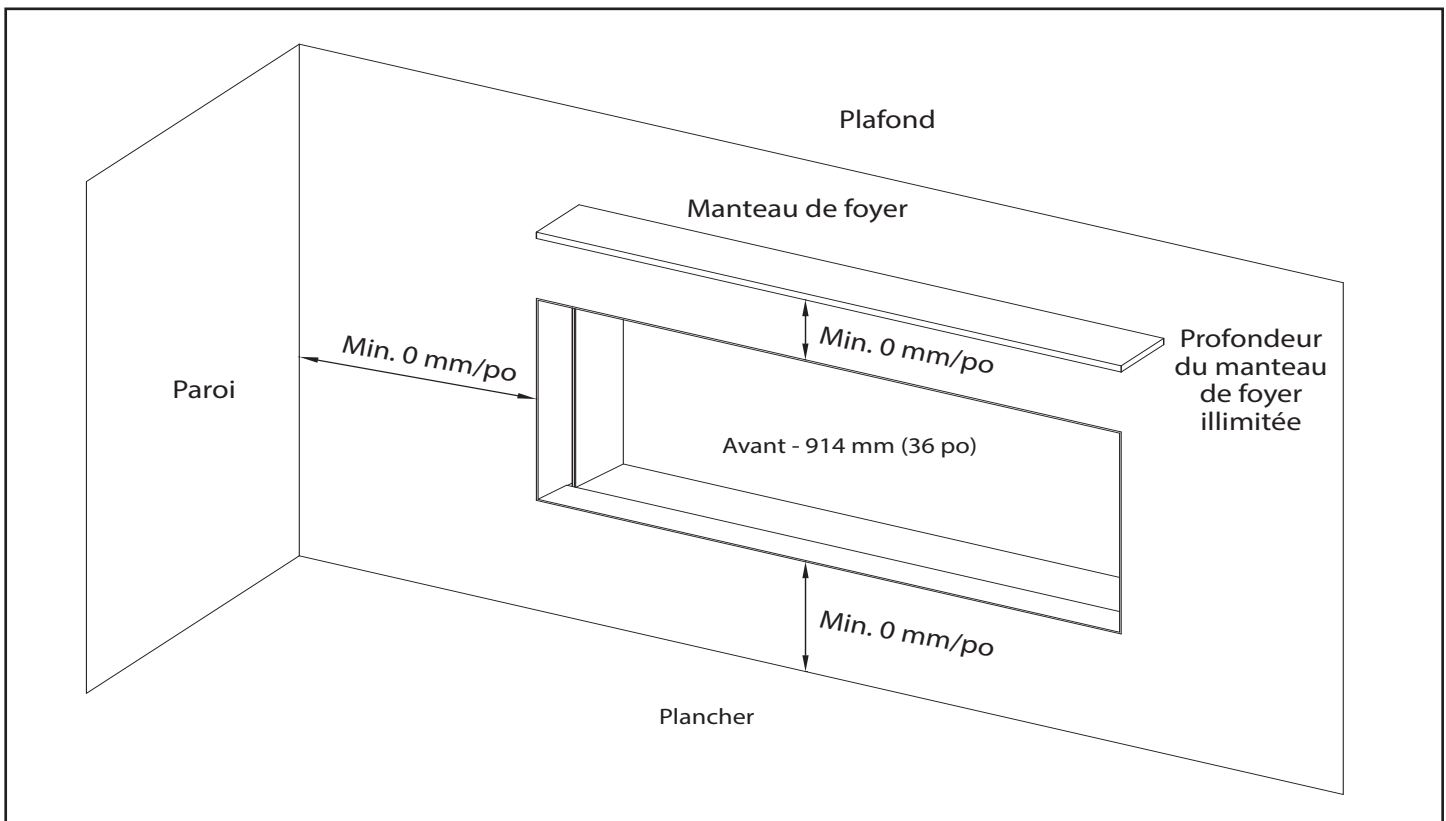

Figure 3.2 Emplacement et exigences des dégagements
- Voir la figure 3.2 pour déterminer l'emplacement d'installation de l'appareil.
Voir la figure 3.2.